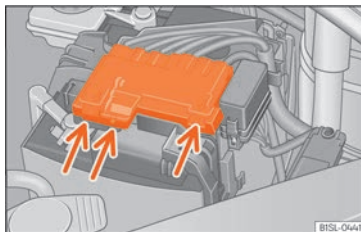

Fig. 185 Al compartiment del motor: retireu la coberta de la bateria del vehicle.
- Feu pressió sobre les llangüetes » **fig. 185** (fletxes) en el sentit de les fletxes i traieu cap amunt la coberta de la bateria.